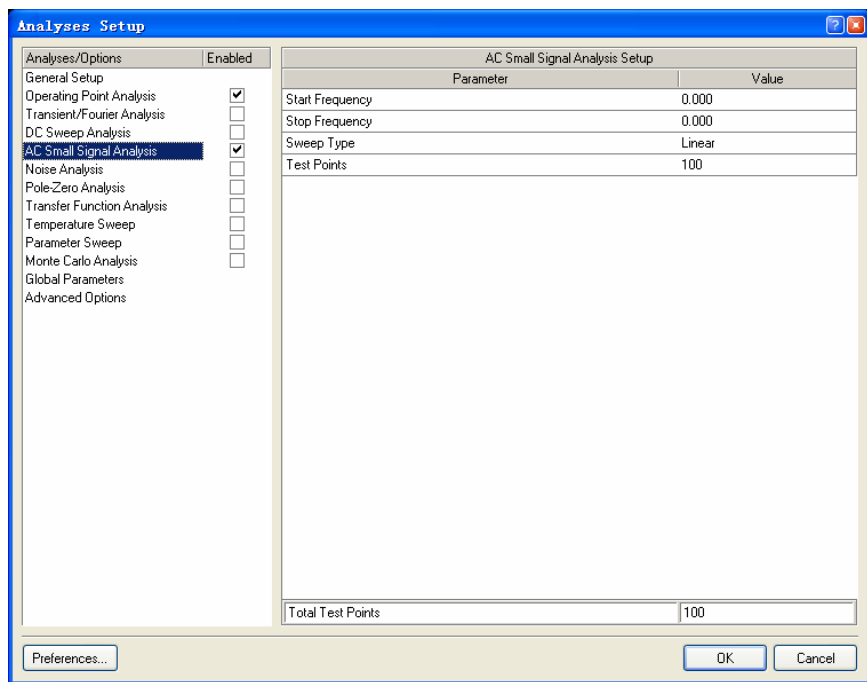

图 6.14 “AC Small Signal Analysis” 设置界面
- (1) 启动 Altium Designer 6，打开 8.1 节创建的原理图文件 “Sim1.SchDoc”。
- (2) 选择主菜单栏中的 “Design” -> “Simulate” -> “Mixed Sim” 命令，打开 “Analyses Setup” 对话框。
- (3) 选择仿真的电路节点 “INPUT” 和 “OUTPUT” 作为仿真节点。
- (4) 勾选 “Analyses/Options” 列表中的 “AC Small Signal Analysis” 项，在 “Analyses Setup” 对话框中打开如图 6.14 所示的 “AC Small Signal Analysis” 设置界面。